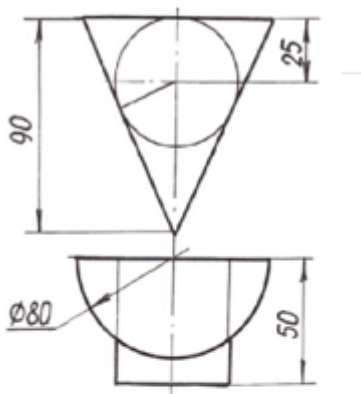

Рис. 1
1. Построить проекции линии пересечения конуса и цилиндра (рис.1).